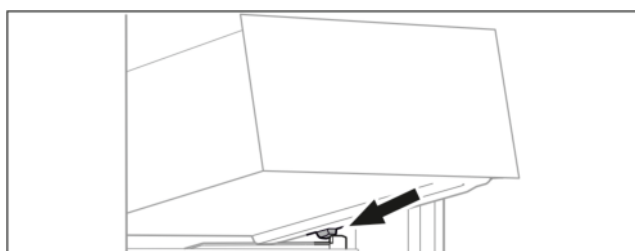

Fig. 60
- ▶ Schubfach schräg hinter den Stoppern auf Behälterrippe aufsetzen. (siehe Fig. 60)